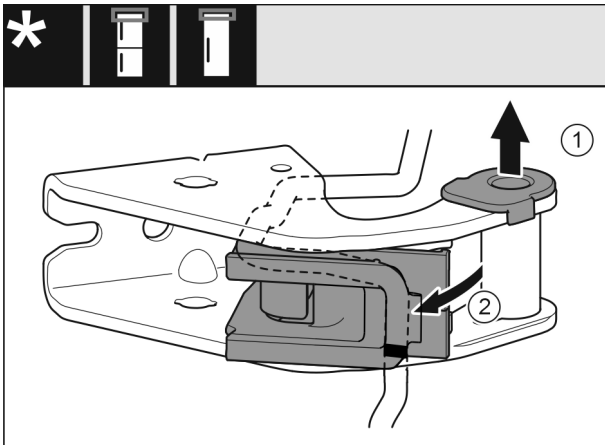

Fig. 24
- Lagerbuchse aus Führung ziehen. Fig. 24 (1)
- Kabelhalterung ausschwenken. Fig. 24 (2)